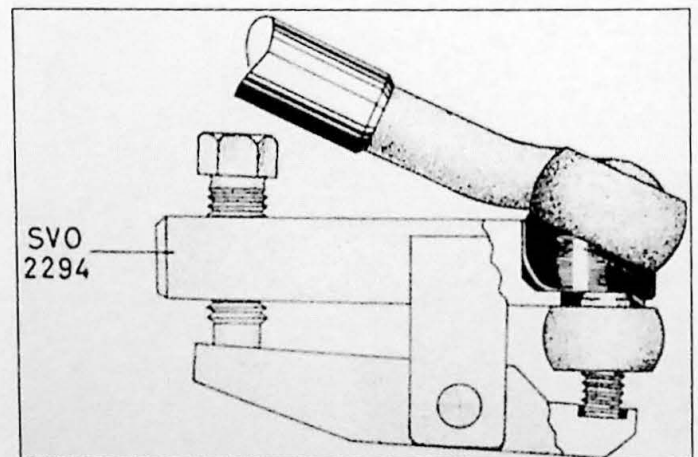

Fig. 2.5. Uitbouwen van stuurstang met behulp van SVO 2294. Een alternatief voor dit gereedschap is er niet.
3. Draai de onderste moeren van de motorsteunen af. Demonteer de stuurstangen van de pitmanarm en de tussenarm met SVO 2294 (Fig. 2.5.)